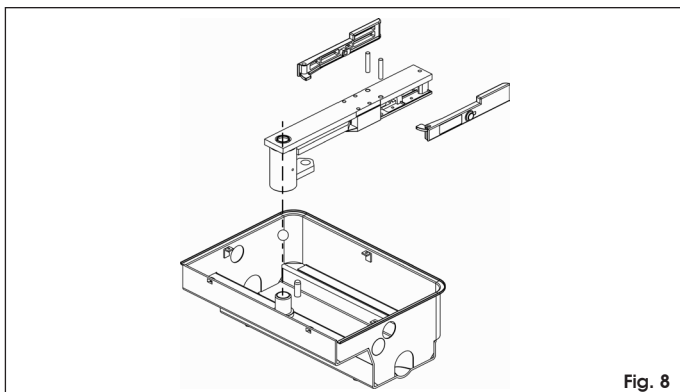

Fig. 8
1. Fixer les leviers de déblocage à la patte de support du portail et la monter sur l'axe du caisson portant sans oublier d'engager la bille fournie (Fig. 8).